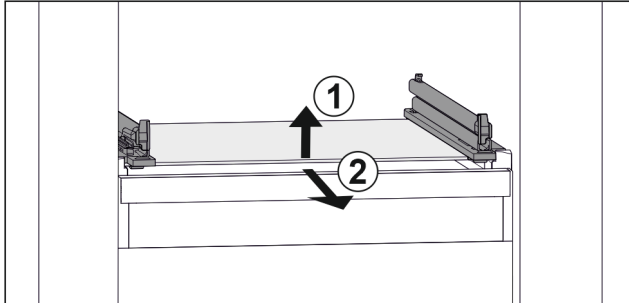

Fig. 153 Príklad zobrazenia sklenenej dosky
- Nadvihnite sklenenú dosku vpred. Fig. 153 (1)
- Odoberte sklenenú dosku dopredu. Fig. 153 (2)